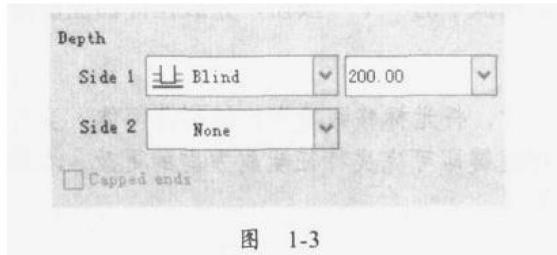

图 1-3
- ◆ Options: 单击该按钮, 显示如图 1-3 所示的面板。面板中的 Side1、Side2 栏, 供用户选择特征拉伸的方式, 并显示当前的拉伸尺寸, 用户在此可直接更改拉伸尺寸。